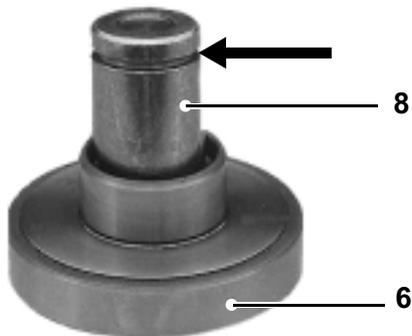

Bild 7
- Eindrücken des Flachmagneten mit dem Toleranzring - siehe Pfeil - in die Öffnung des Druckstückes (8).
- O-Ring (24) in die Ringnut des Druckstückes (8) schieben.
- Der weitere Zusammenbau erfolgt analog den Arbeitsfolgen ab Bild 7.